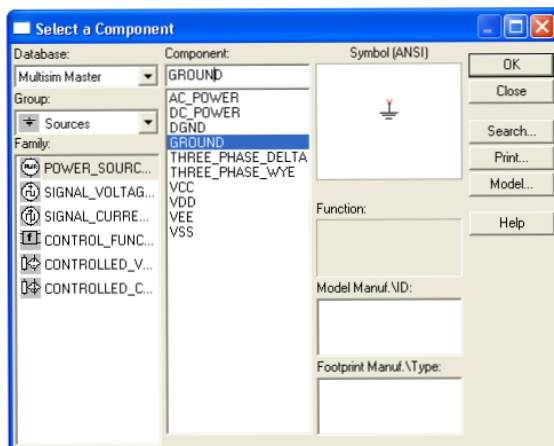

Рис. 9. Панель инструментов *Sources*
1. Нажать на кнопку *Sources*. Откроется панель, содержащая источники напряжения или тока (рис. 9). Удерживая курсор на кнопке, не щелкая по ней, можно увидеть название кнопки.